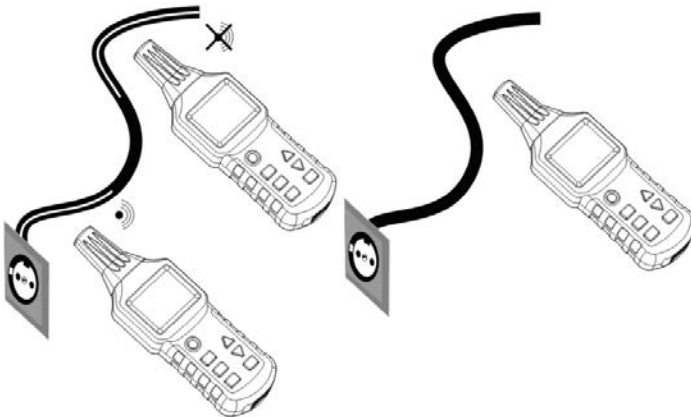

Fig.25
- De meting moet worden uitgevoerd volgens Fig.25;